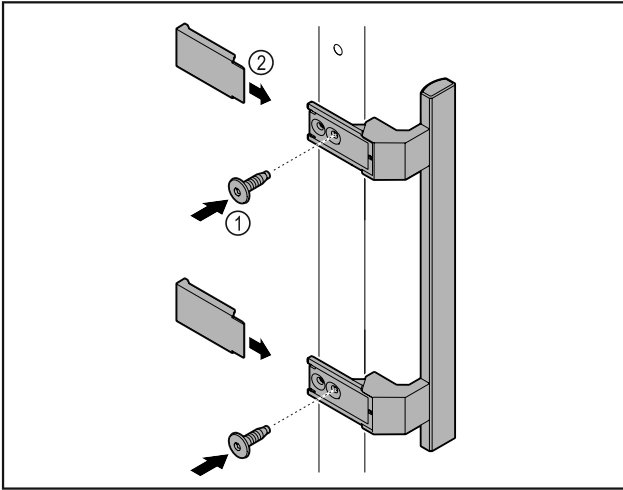

Fig. 5
- ▶ Ручку з комплекту додаткового обладнання з доданими гвинтами Fig. 5 (1) розмістити на дверях.
- ▶ Одягти кришку Fig. 5 (2).